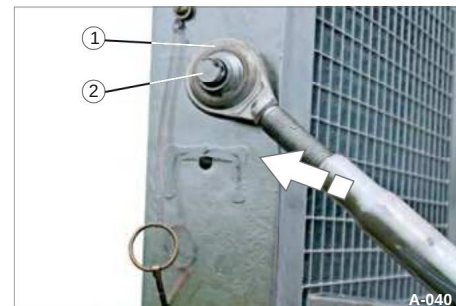

Fig. 59 Fjern den øverste sikkerhedsstang
• Træk stangen med ringen (fig. 59/1) af bolten (Fig. 59/2).